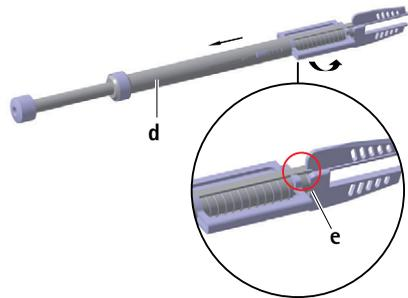

Fig. 3
- ▶ Haka i spåret **e** i buren **d** i mejselstaget, se Fig. 3